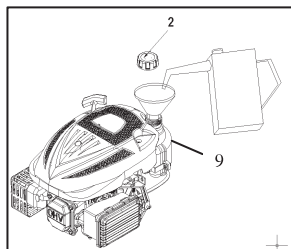

Fig. 5
1. Rimuovere il tappo del serbatoio (2).
2. Aggiungere carburante fino al segno di livello massimo posto sul collo del serbatoio (9) (vedi Fig. 5).
5. Capacità (9) del serbatoio: 1,2l (0,317 US gal, 0,264 UK gal)